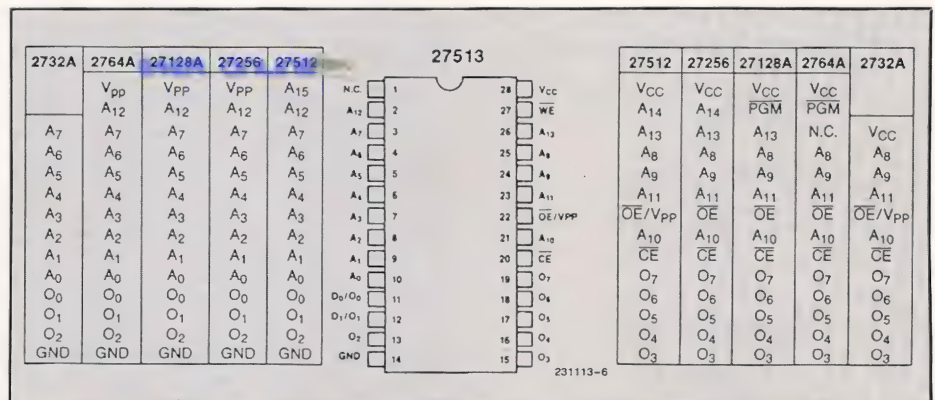
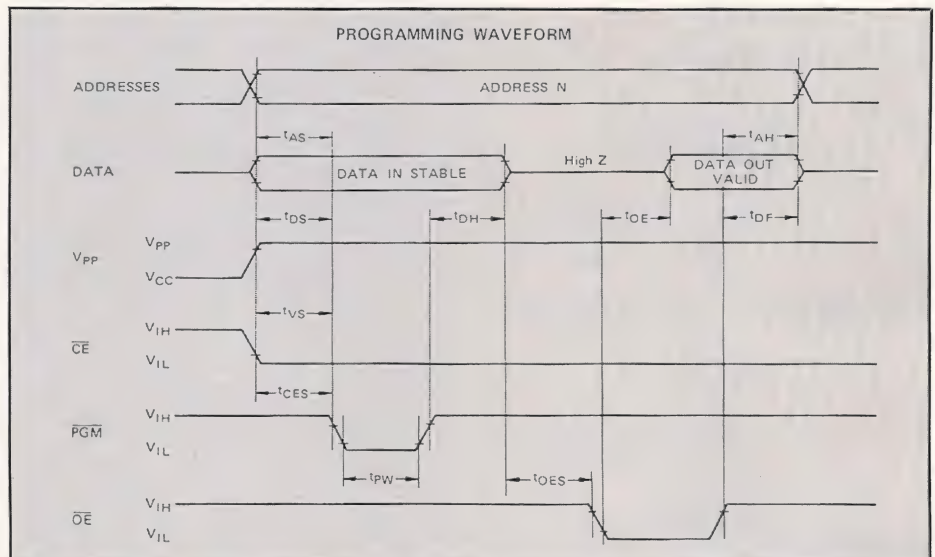

Bild 2. Der brandneue 27513 und seine kleineren Vorgänger im Vergleich
Bild 3. Zeitdiagramm für die Programmierung von 2764 EPROMs
großer EPROM-Bänke hat Intel mit ihrem 27513 (Bild 2) gemacht. Dieses EPROM ist seitenorientiert aufgebaut, das heißt es besteht aus vier EPROM-Bänken mit jeweils 16 KByte. Die Auswahl der aktiven Bank erfolgt über einen Schreibbefehl in ein internes Register des 27513. Beim Schreibbefehl werden die an den Datenleitungen D0 und D1 anliegenden Informationen übernommen und zur Seitenadresse decodiert. Beim Einschalten der Versorgungsspannung wird automatisch die Seite Null aktiviert, so daß man einen definierten Systemzustand erhält. Mit einem 27513 lassen sich also mit einem Befehl vier 16 KByte-Blöcke umschalten. Es ließen sich also auch umfangreichere Programme auf kleinere Computer umschreiben und in einem Chip unterbringen. Für den Expansion-Port des C 64 wäre dieses IC geradezu ideal. Es wird jedoch noch zirka zwei Jahre dauern, bis dieser Baustein preislich mit anderen Lösungen konkurrieren kann.
Das 28polige Gehäuse des 2764 (Bild 2) hat 13 Adreßleitungen, A0 bis A12. Sie dienen zur Auswahl der angesprochenen Speicherstelle und sind binär codiert. Der Chip hat acht Datenleitungen O0 bis O7, die bei einem Lesezugriff das Datenwort führen. Während der Programmierung müssen hier die zu programmierenden Bytes angelegt werden. Ferner gibt es noch eine Chip-Enable-(CE), eine Output-Enable-(OE) und eine Program-Leitung (PGM). Ihre Funktionen zeigt Bild 3. Die 5 Volt-Versorgungsspannung wird an Pin 28 (V_{cc}) angeschlossen, Pin 1 (V_{pp}) führt während der Programmierung 21 Volt sonst 5 Volt. Alle Spannungen beziehen sich auf das mit Pin 14 (GND) verbundene Massepotential.